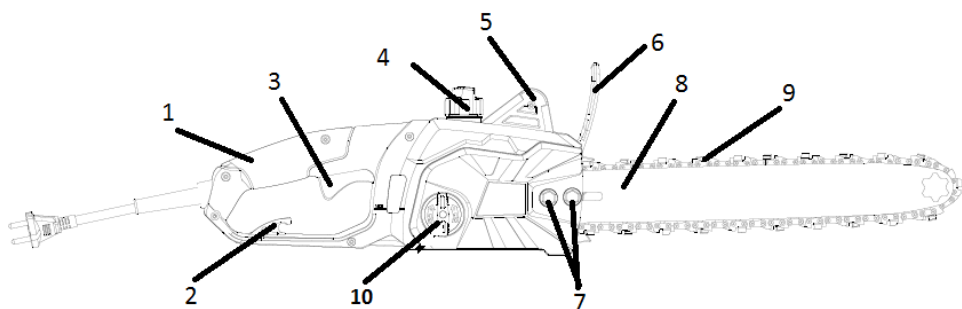

Рисунок 1
4.1.1 Для увімкнення виробу натисніть на кнопку блокування від випадкового ввімкнення (розташована на основній рукояті), а потім на важіль перемикача (3) (рис. 1). Для відключення виробу слід важіль відпустити.